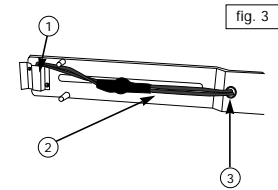

fig. 3
3. Fissare il PTC e il dissipatore, tramite la relativa piastrina, sulla parte inferiore estrema della slitta interna (fig.3 punto 1). Far correre i fili (punto 2) e farli passare attraverso il foro apposi-